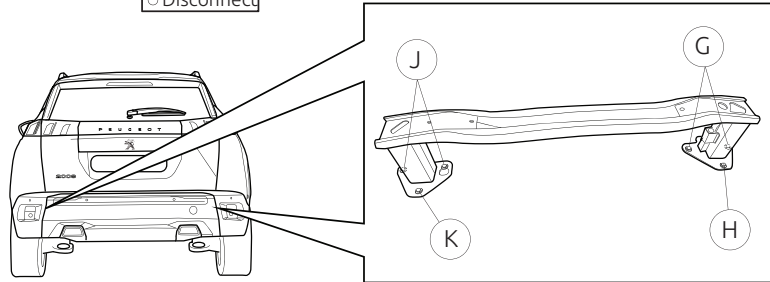

Fig. 1
1. Снять задние фары и бампер. См. рисунок 1.